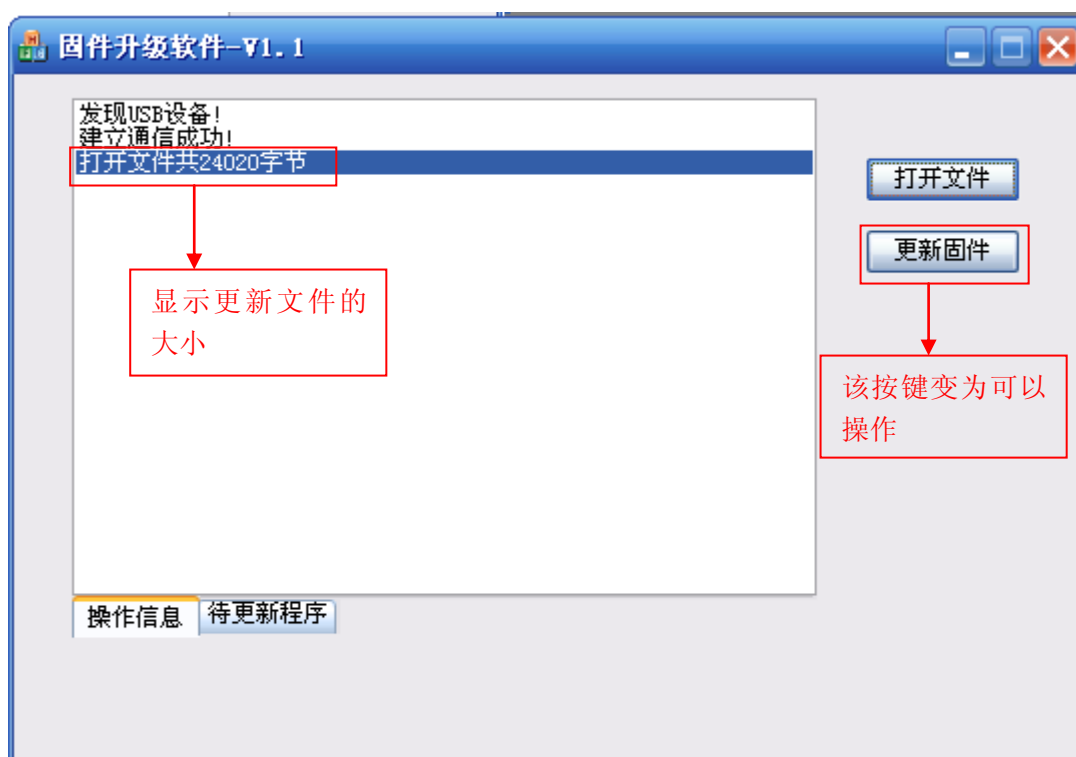

图 2-3 打开文件
2.3 打开升级文件：点击“打开文件”按钮选择官方提供的升级文件，文件的后缀名为 bin；之后“更新固件”按钮变为可操作，如图 2-3 所示；